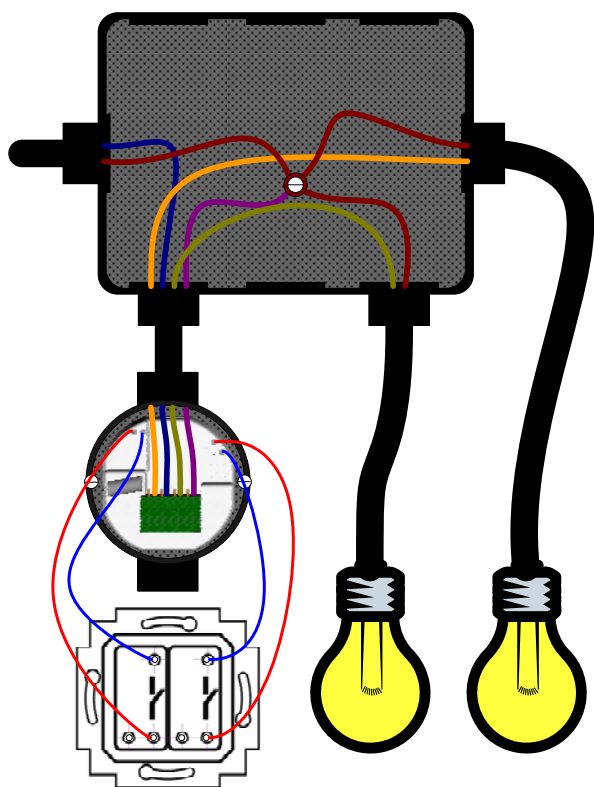

Figura 5. Circuito final.
- Conectar cada pareja de cablecitos a los interruptores tal y como se muestra en la figura 5.